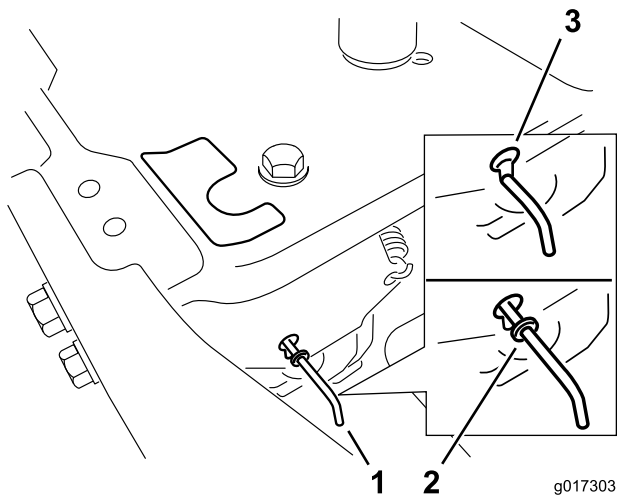

Figure 24
4. Amenez les leviers de dérivation en avant dans l'encoche en trou de serrure, puis vers le bas pour les verrouiller en position, comme montré à la Figure 24. Assurez-vous de le faire pour chaque levier.
Déplacez les leviers de dérivation en arrière dans l'encoche en trou de serrure, puis vers le bas pour les verrouiller en position, comme illustré à la Figure 24. Assurez-vous de le faire pour chaque levier.